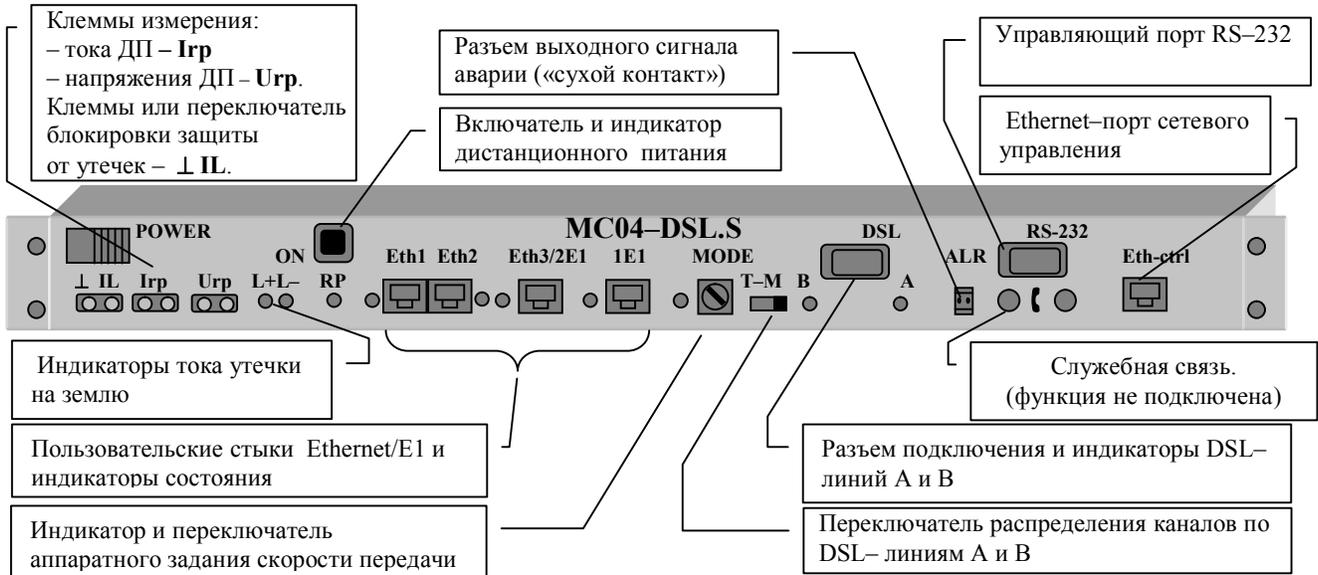
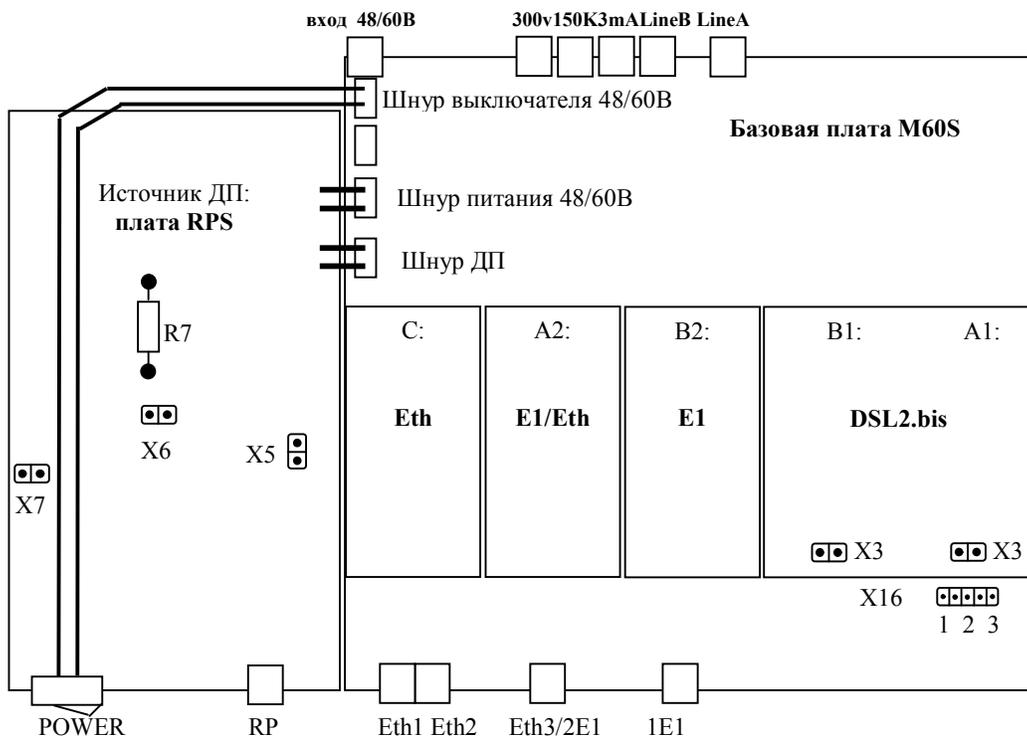

Рис. 4. В корпусе 1U.
Рис. 8. Схема расположения узлов MC04-DSL.S-xE1/xEthS-RPS-1U.
5.1.1. Лицевая панель приведена на рис. 4, 5.
2. Стационарный полукомплект в корпусе 1U (см. рис. 4). Не имеет мест для установки плат канальных окончаний (КО). Конструктивно блок включает (см. рис. 8):